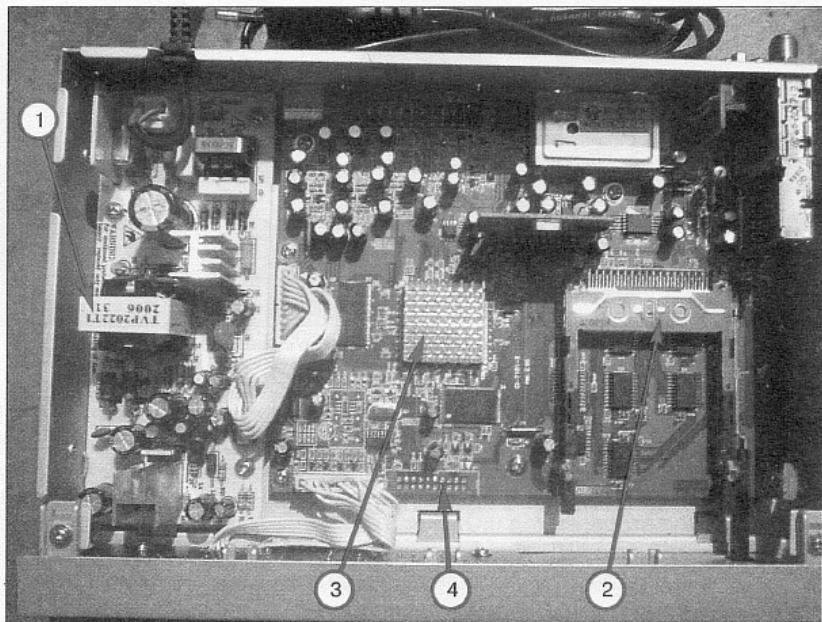

Рис. 2. Внешний вид тюнера с открытой верхней крышкой
1. Визуальный осмотр (рис. 2). Необходимо проверить правильность крепления печатных плат, шлейфовых соединений, отсутствие сколов и изгибов печатных плат. Далее необходимо проверить качество пайки (отсутствие «холодных» паяк, коротких замыканий между печатными проводниками).
Принципиальная схема блока приведена в [1], а внешний вид — 1 на рис. 2. На его входе должно присутствовать переменное напряжение 220 В. На выходе должны быть следующие напряжения: 3,3 и 5 В — питание цифровой части, 12 В — питание аналоговой части, 22 и 30 В — питание внешнего конвертера, ВЧ модулятора и селектора каналов.
5. Проверка интерфейса CI. Большой проблемой СТВ тюнера «DRE 4000» является использование при его производстве некачественных разъёмов интерфейса CI (2 на рис. 2). Было протестировано около
6. Проверка процессора STi5518. Иногда в модели «DRE 4000» встречается дефект, при котором перестаёт функционировать процессор STi 5518 (3 на рис. 2). При этом следует убедиться в наличии всех выходных питающих напряжений источника питания. Если индикатор дежурного режима мигает, пробуют перепрограммировать FLASH-память: либо через COM-порт, либо через интерфейс J-TAG (XP1, 4 на рис. 2).